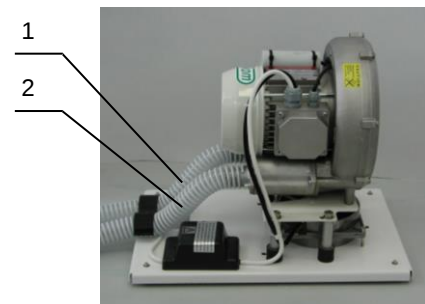

Рис. 3
Два шланги, один для всмоктування (1) та один для випуску (2), під'єднуються до всмоктувального насоса (рис. 3). Шланги є входом (1) і виходом (2) насоса. Вони виступають крізь задній отвір корпусу або з'єднуються з трубою під підлогою. Усмоктувальний (вакуумний) шланг з'єднується із сепаратором / модулем керування пневматичною системою на стоматологічному кріслі, а витяжний шланг виводиться з хірургічного приміщення в навколишнє середовище за межі будівлі.